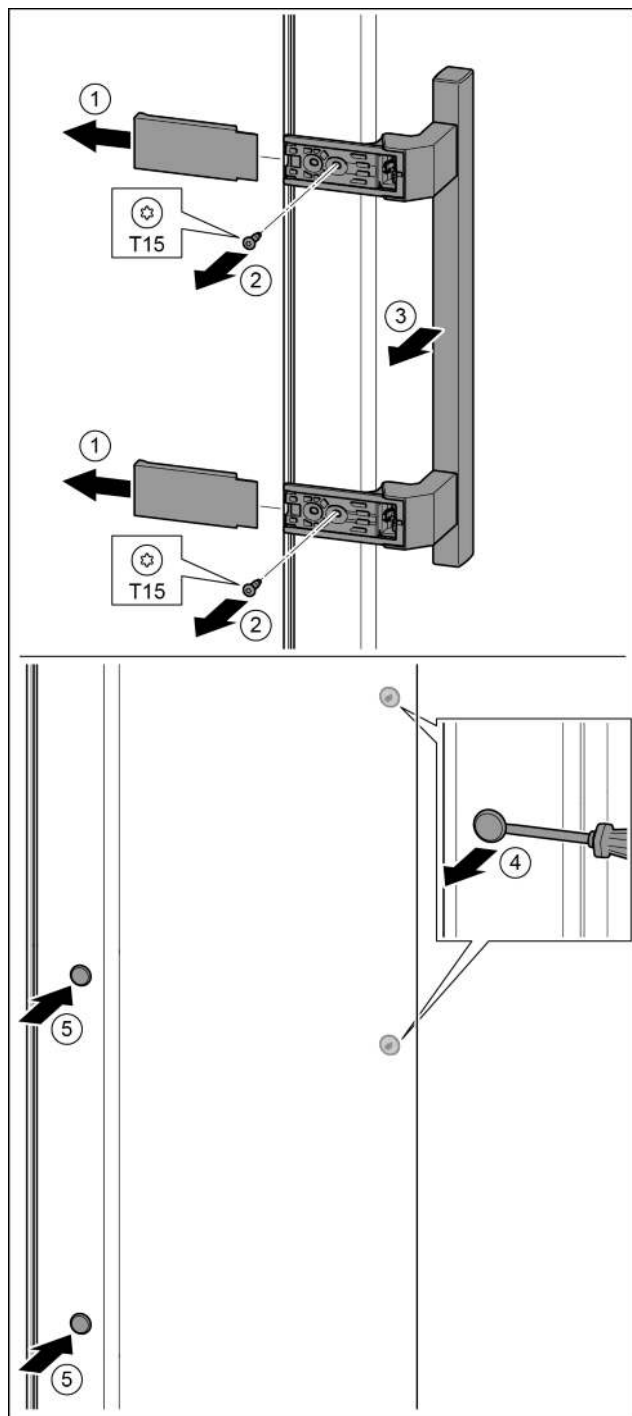

Fig. 20
- Снять крышку. Fig. 20 (1)
- Выкрутить винты отверткой T15. Fig. 20 (2)
- Снять ручку. Fig. 20 (3)
- Осторожно приподнять шлицевой отверткой боковые заглушки и вынуть их. Fig. 20 (4)
- Заглушки снова вставить с другой стороны. Fig. 20 (5)